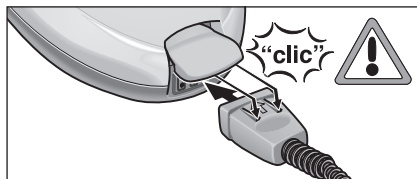

Fig. 1: Colocar o bloco de ficha
- Coloque firme o bloco de ficha (C6) na tomada da parede (A1). As duas pontas do bloco de ficha devem encaixar na tampa da tomada do aparelho (ver fig. 1).